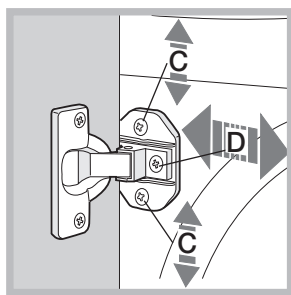

Рис. 7
- Чтобы отрегулировать положение деревянной панели и в вертикальном, и в горизонтальном направлениях, используйте винты **C** и **D**, как показано на рис. 7.